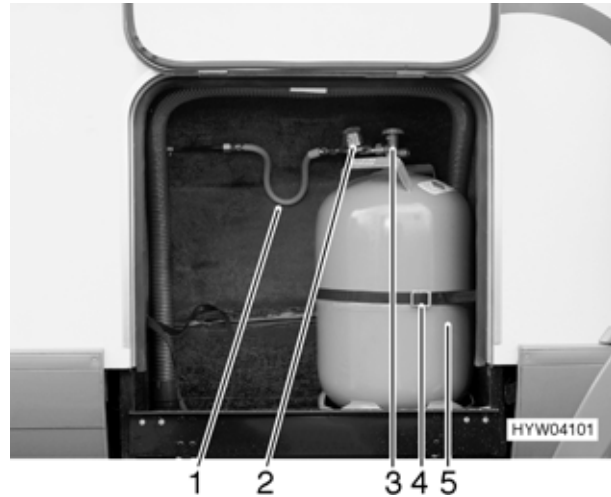

Bild 93 Gaskasten
- Haupt-Absperrventil (Bild 93,3) an der Gasflasche (Bild 93,5) schließen. Pfeilrichtung beachten.
- Gasdruckregler (Bild 93,2) mit Gasschlauch (Bild 93,1) von Hand von der Gasflasche abschrauben (Linksgewinde).
- Befestigungsgurt (Bild 93,4) lösen und Gasflasche herausnehmen.